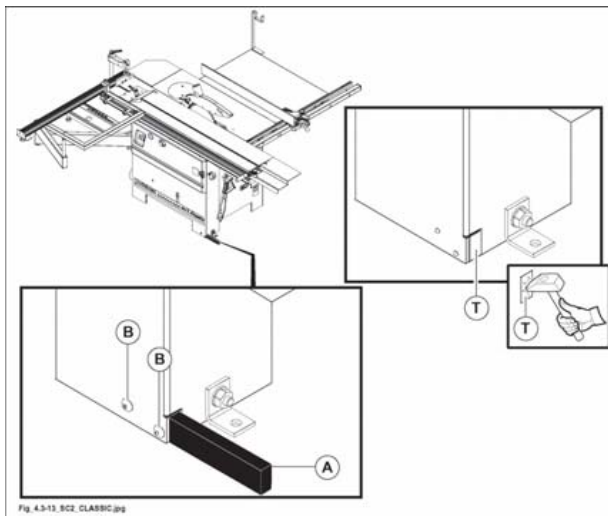

Fig. 4.3-13, SC2, CLASSIC.jpg
– Aprire la foratura già predisposta (T fig. 4.3-13), come indicato in figura.
- 1) Montare il piede (A fig. 4.3-13) mediante le viti (B fig. 4.3-13).